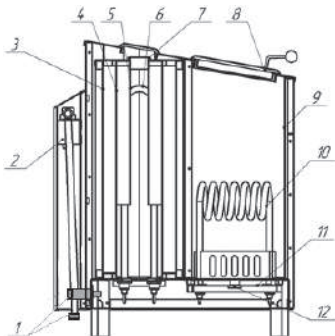

Рис. 3 Устройство ЭНУ
Через теплоизолированную емкость для воды (поз. 3, рис. 3, 4) проходит канал коробчатого сечения (поз. 4, рис. 3, 4), в котором установлены ТЭНы (поз. 6, рис. 3, 4). Нагрев воды до состояния кипения происходит за счет передачи тепла через стенки канала от ТЭНов к воде. Внутри канала имеются паропроводящие короба (поз. 5, рис. 3, 4), по которым пар подается в нижнюю часть канала, где смешивается с воздухом, поступающим в канал снизу. За счет конвективных потоков паровоздушная смесь устремляется вверх, нагреваясь до температуры 300-330 °С, выбрасывается в помещение через форсунку (поз. 7, рис. 3, 4). Заполнение емкости и ее дальнейшее пополнение водой осуществляется в автоматическом режиме через клапан со встроенным в него вводным фильтром (поз.2 рис. 3,4).
Блок нагрева камня представляет собой теплоизолированную емкость из стали (поз. 9, рис. 3, 4) с установленными в ней ТЭНами (поз. 10, рис. 3, 4). Внутри емкости закладывается камень для парообразования. В верхней части расположена теплоизолированная дверь/двери (поз. 8, рис. 3, 4), позволяющая либо направлять часть тепла на нагрев помещения (дверь открыта/двери открыты), либо использовать все тепло на нагрев массива камней (дверь закрыта/двери закрыты). ТЭНы установлены на основании (поз. 11, рис. 3, 4), снабженном биметаллическими термостатами (поз.12, рис. 3, 4), отключающими подачу напряжения на ТЭНы при достижении определенной температуры внутри емкости.
1.4.7 Обеспечение электрической печи водой осуществляется от внешней системы водоснабжения или подвесного накопительного бака. Подача и слив воды осуществляются через заливной шланг и сливной штуцер (поз. 1, рис. 3, 4), расположенные на задней стенке электрической печи под съемным кожухом.